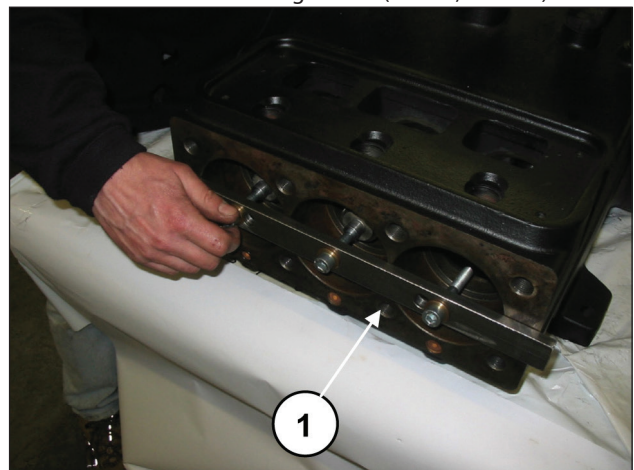
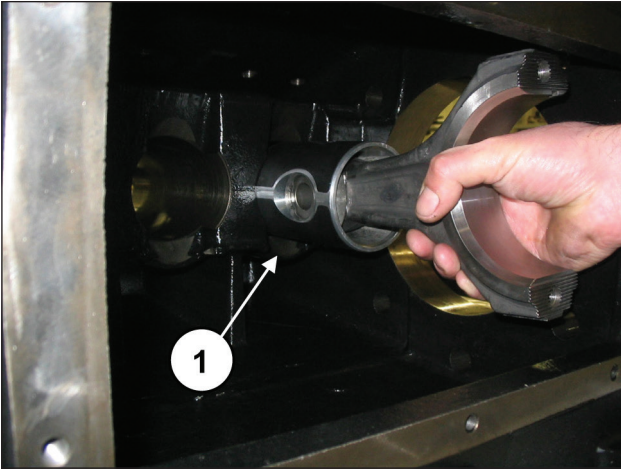
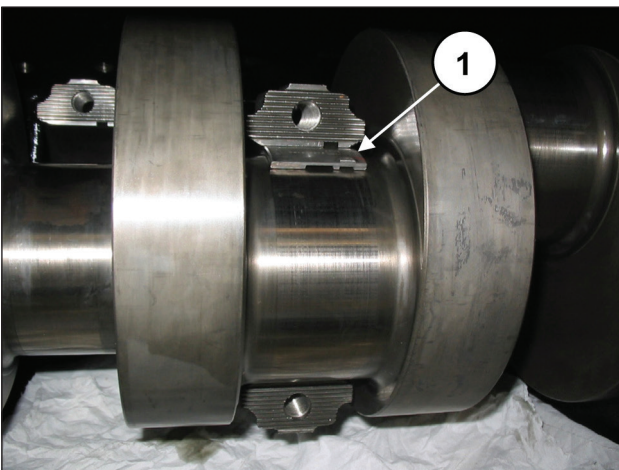

Abb. 32
Abb. 33
Abb. 57
Drehen Sie die Schrauben des Werkzeugs Art. 27566200 zum Lösen der Pleuelstangen ab (Pos. ①, Abb. 32) und ziehen Sie anschließend die Baugruppe Pleuelstange-Kolbenführung von der hinteren Gehäuseöffnung heraus (Pos. ①, Abb. 33).
Nachdem Sie das Gehäuse auf perfekte Sauberkeit überprüft haben, setzen Sie die Baugruppe Pleuelhälfte-Kolbenführung in die Buchsen des Gehäuses ein (Pos. ①, Abb. 33).
Arretieren Sie die drei Baugruppen mit dem entsprechenden Werkzeug Art. 27566200 (Pos. ①, Abb. 32).
Entfernen Sie das Werkzeug zur Sicherung der Pleuelstangen Art. 27566200 (Pos. ①, Abb. 32). Setzen Sie die oberen Lagerschalen zwischen Pleuelstange und Welle ein (Pos. ①, Abb. 57).